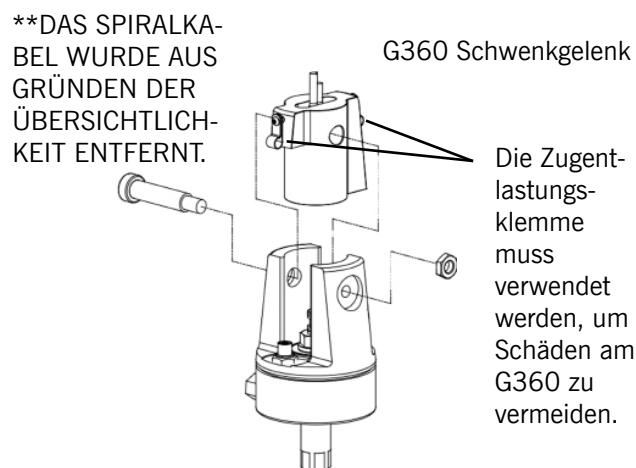

Abbildung 2-5B1. G360, Schulterbolzen und Spiralkabel
- 5B.4. Wenn das Drahtseil, der Spiralkabelfuß und das G360™ Schwenkgelenk ausgerichtet sind, setzen Sie die 16 mm-Schulterbolzen wieder ein, wodurch das Drahtseil, der Spiralkabelfuß und das G360™ Schwenkgelenk festgehalten werden (**Abbildung 2-5B1, vorherige Seite**).